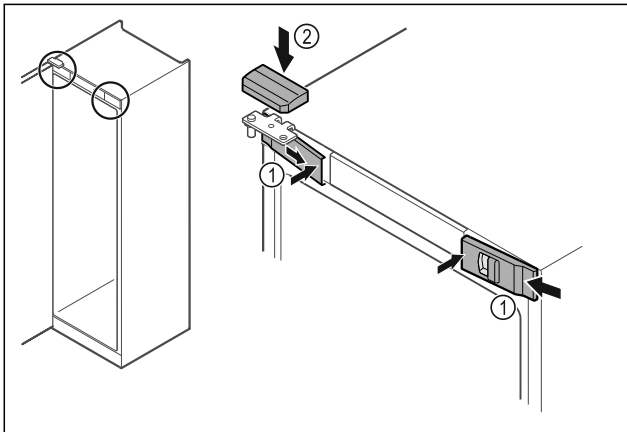

Fig. 51
- ▶ Přední kryty Fig. 51 (1) bočně zahákněte a zaklapněte dovnitř.
- ▶ Horní kryt Fig. 51 (2) shora zaklapněte.